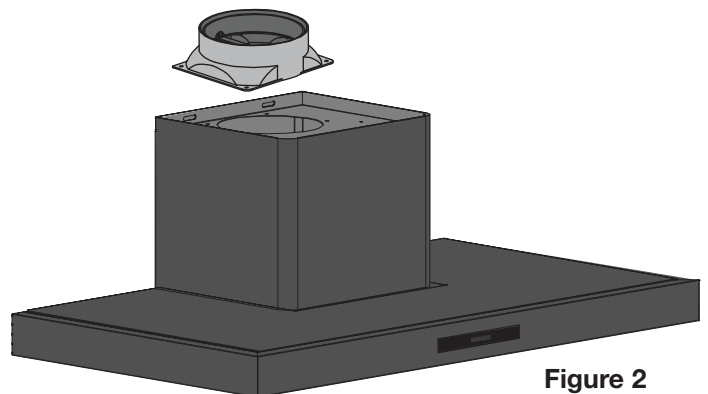

Figure 2
- Fixez le conduit circulaire (échappement) sur le dessus du ventilateur avec quatre vis (voir figure 2).